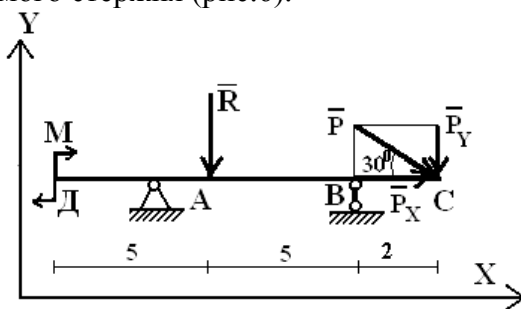

Рис. 5. Балка с приложенными к ней активными силами
2. На балку действуют следующие активные силы: сосредоточенная сила  $P$ , приложенная в точке С под углом  $30^\circ$  к балке, распределенная нагрузка  $q$  на участке ДВ и пара сил с моментом равным  $M$  (рис. 5). Разложим сосредоточенную силу  $P$  на две ее составляющие  $P_x$  и  $P_y$ , где  $P_x = P \times \cos 30^\circ$  и  $P_y = P \times \sin 30^\circ$ .
$$R = q \times DV = 3 \times 10 = 30 \text{ кН (рис.5)}$$